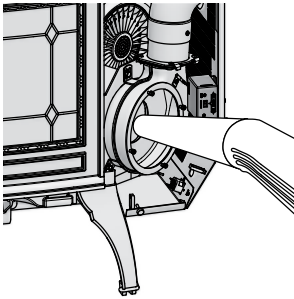

Figure 18.1
- d. Passez l'aspirateur dans le trajet de sortie des gaz et le boîtier (**Figure 18.1**).